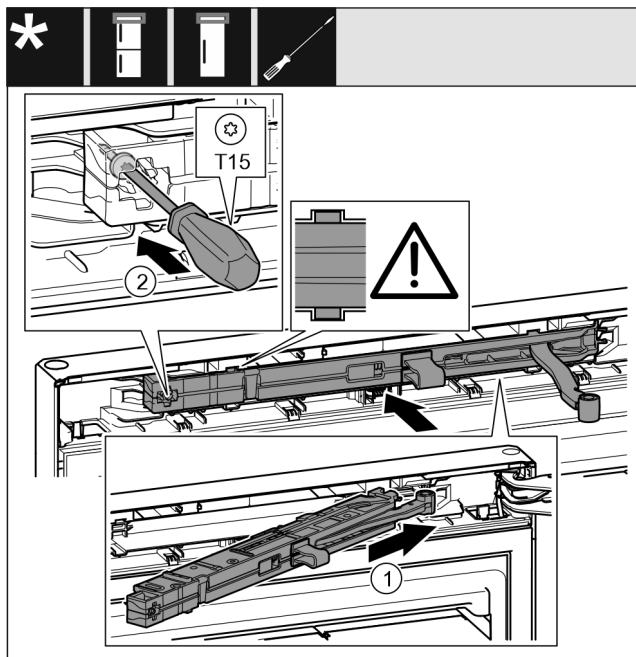

Fig. 20
- ▶ Jednotku tlmiča uzatvárania zasuňte na strane ložiskovej konzoly až na doraz šikmo do vybrania. Fig. 20 (1)
- ▶ Skrutkovačom T15 pevne zaskrutkujte skrutku. Fig. 20 (2)